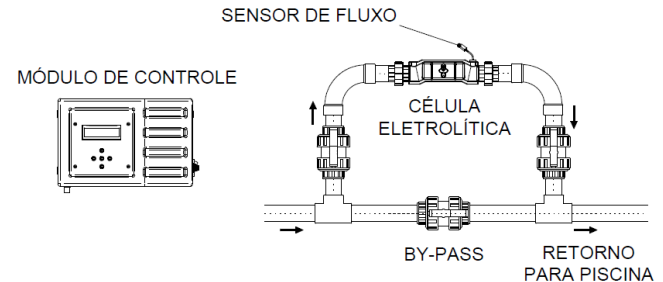

Figura 9
2. Recomendamos que a instalação seja feita num sistema de “by-pass” para garantir que, em caso de manutenção, ele possa ser retirado sem prejudicar o sistema filtrante existente na piscina, além de garantir a regulação da vazão ideal para o aparelho, conforme a figura 9.